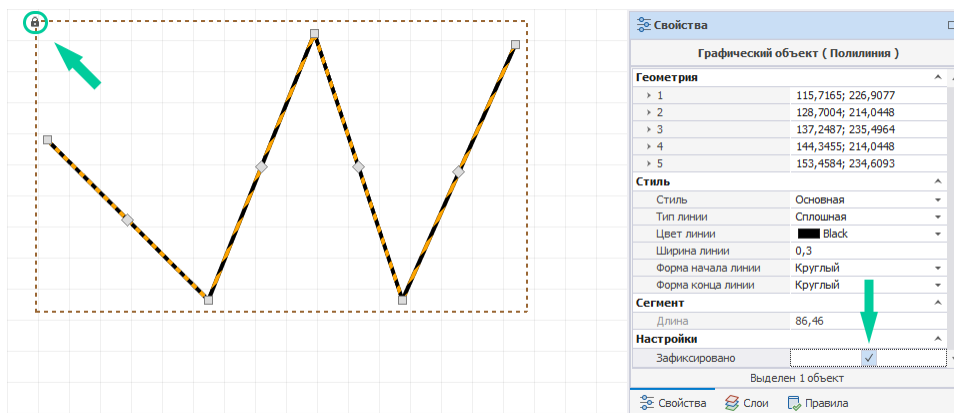

Рис. 295 Фиксация линии
- Зафиксировать – включение/выключение запрета на изменение геометрии и положения линии путем установки флага в поле, Рис. 295.